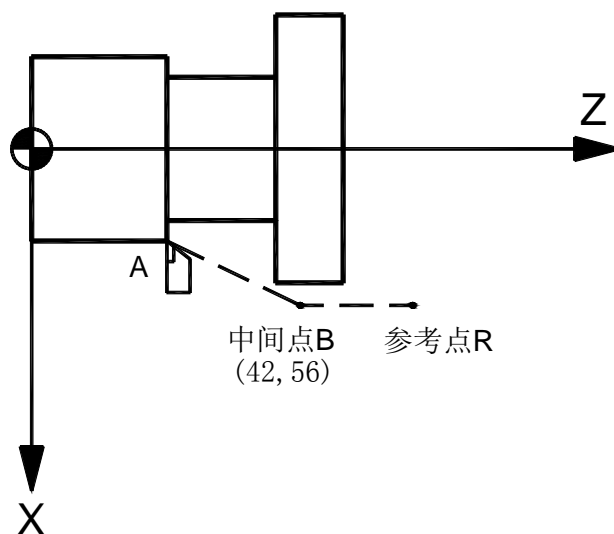

图 2-11
(1) 以快速回零速度 (由参数 P109 设定) 从当前位置定位到指令轴的中间点位置 (**A** 点—**B** 点), 如图 2-11。
(2) 以快速回零速度从中间点向参考点方向移动 (**B** 点—**R** 点)。
(3) 检测到减速信号后, 低速运行 (由参数 P043 设定) 寻找精定位信号。
(4) 检测到精定位信号后, 返回零点执行完毕, 回零灯亮。